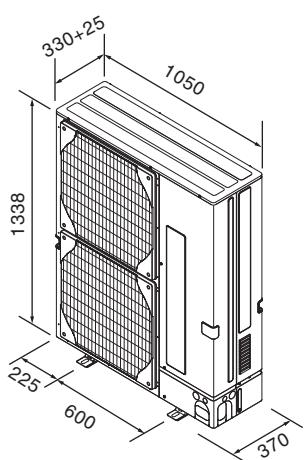

Fig. 2-2
2.3. Utvendige dimensjoner (utendørsenhet) (fig. 2-2)